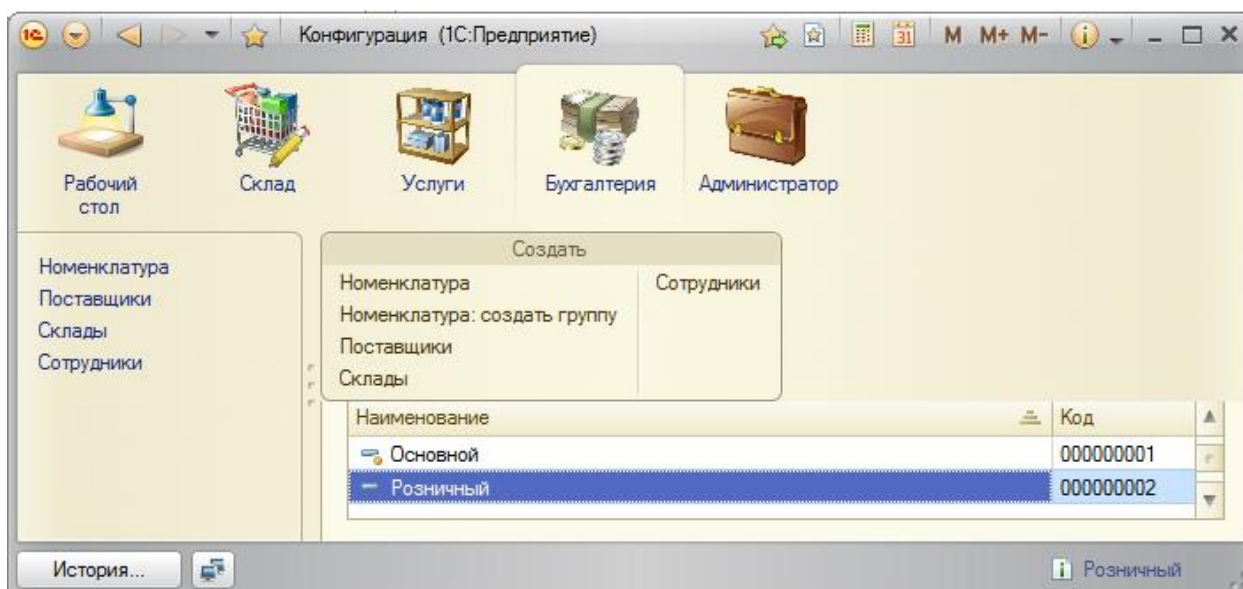

Рис. 32
- запустите 1С: Предприятие в режиме отладки и откройте справочник Склады (рис. 32);